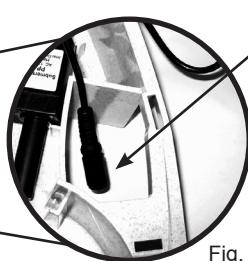

Fig. 2f
- 6) Vous pouvez alors retirer le moteur en débranchant la fiche, (Fig. 2f) et ensuite le sortir de la fontaine. Enlever les poils ou les saletés qui ont pu s'accumuler autour du bouton de réglage du débit et de la plaque d'admission de la pompe.